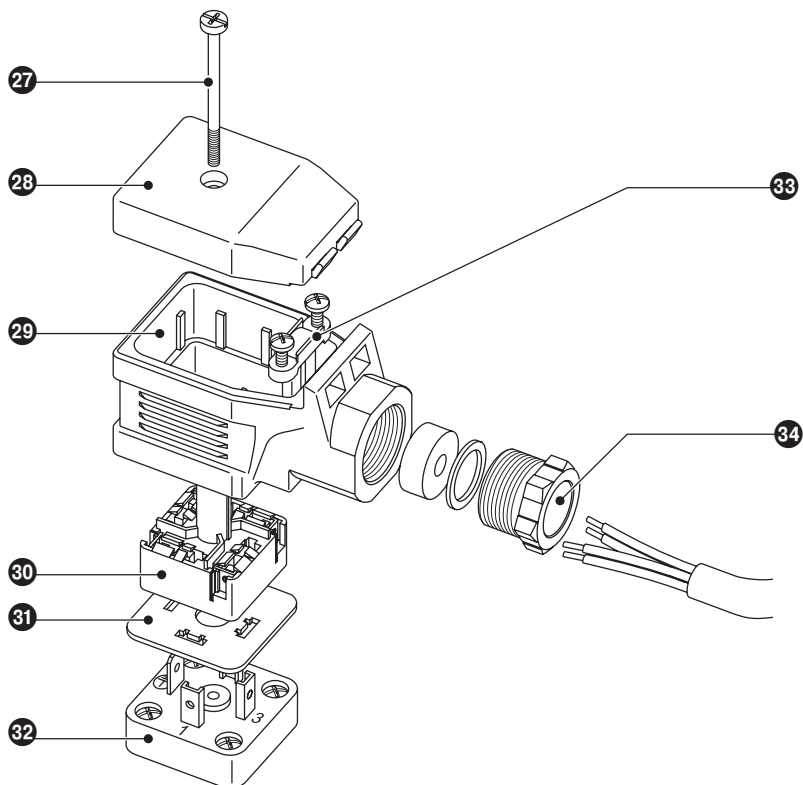

Fig. 11
1. Løsn skruen 27. **Fig. 11**